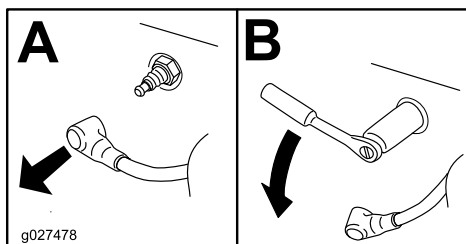

Рисунок 39
2. Выверните свечу, как показано на Рисунок 39.